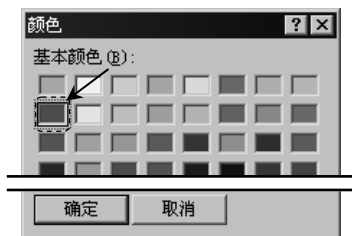

图 5.3.11 “颜色”对话框
(1) 设置颜色。在图 5.3.9 所示的“图层”对话框中单击 **颜色** 列表中的图标，在弹出的“颜色”对话框中选取图 5.3.11 所示的颜色，单击 **确定** 按钮，关闭“颜色”对话框。
(2) 设置线条样式。在“图层”对话框中单击 **样式** 列表中的图标，在弹出的“线条样式”对话框中选取 **虚线** 选项。
(3) 设置线粗。在“图层”对话框中单击 **厚度** 列表中的图标，在弹出的“线粗”下拉列表表中选取第四种线粗类型。
(4) 单击 **确定** 按钮，关闭对话框。